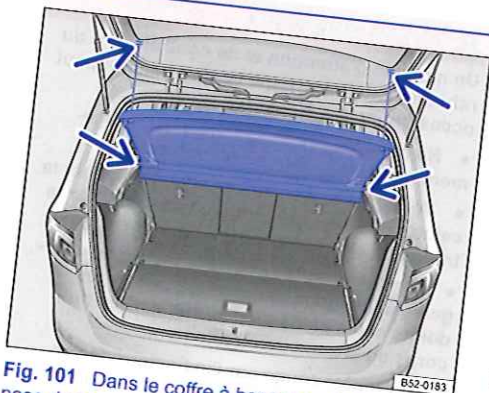

Fig. 101 Dans le coffre à bagages : dépose et repose du couvercle.
- Décrochez les sangles de retenue du hayon ⇒ fig. 101 (flèches du haut).
- Tirez le couvercle vers l'arrière pour le faire sortir des fixations latérales ⇒ fig. 101 (flèches du bas).
- Poussez le couvercle vers l'avant dans les fixations latérales ⇒ fig. 101 (flèches du bas).
- Accrochez les sangles de retenue au hayon ⇒ fig. 101 (flèches du haut).